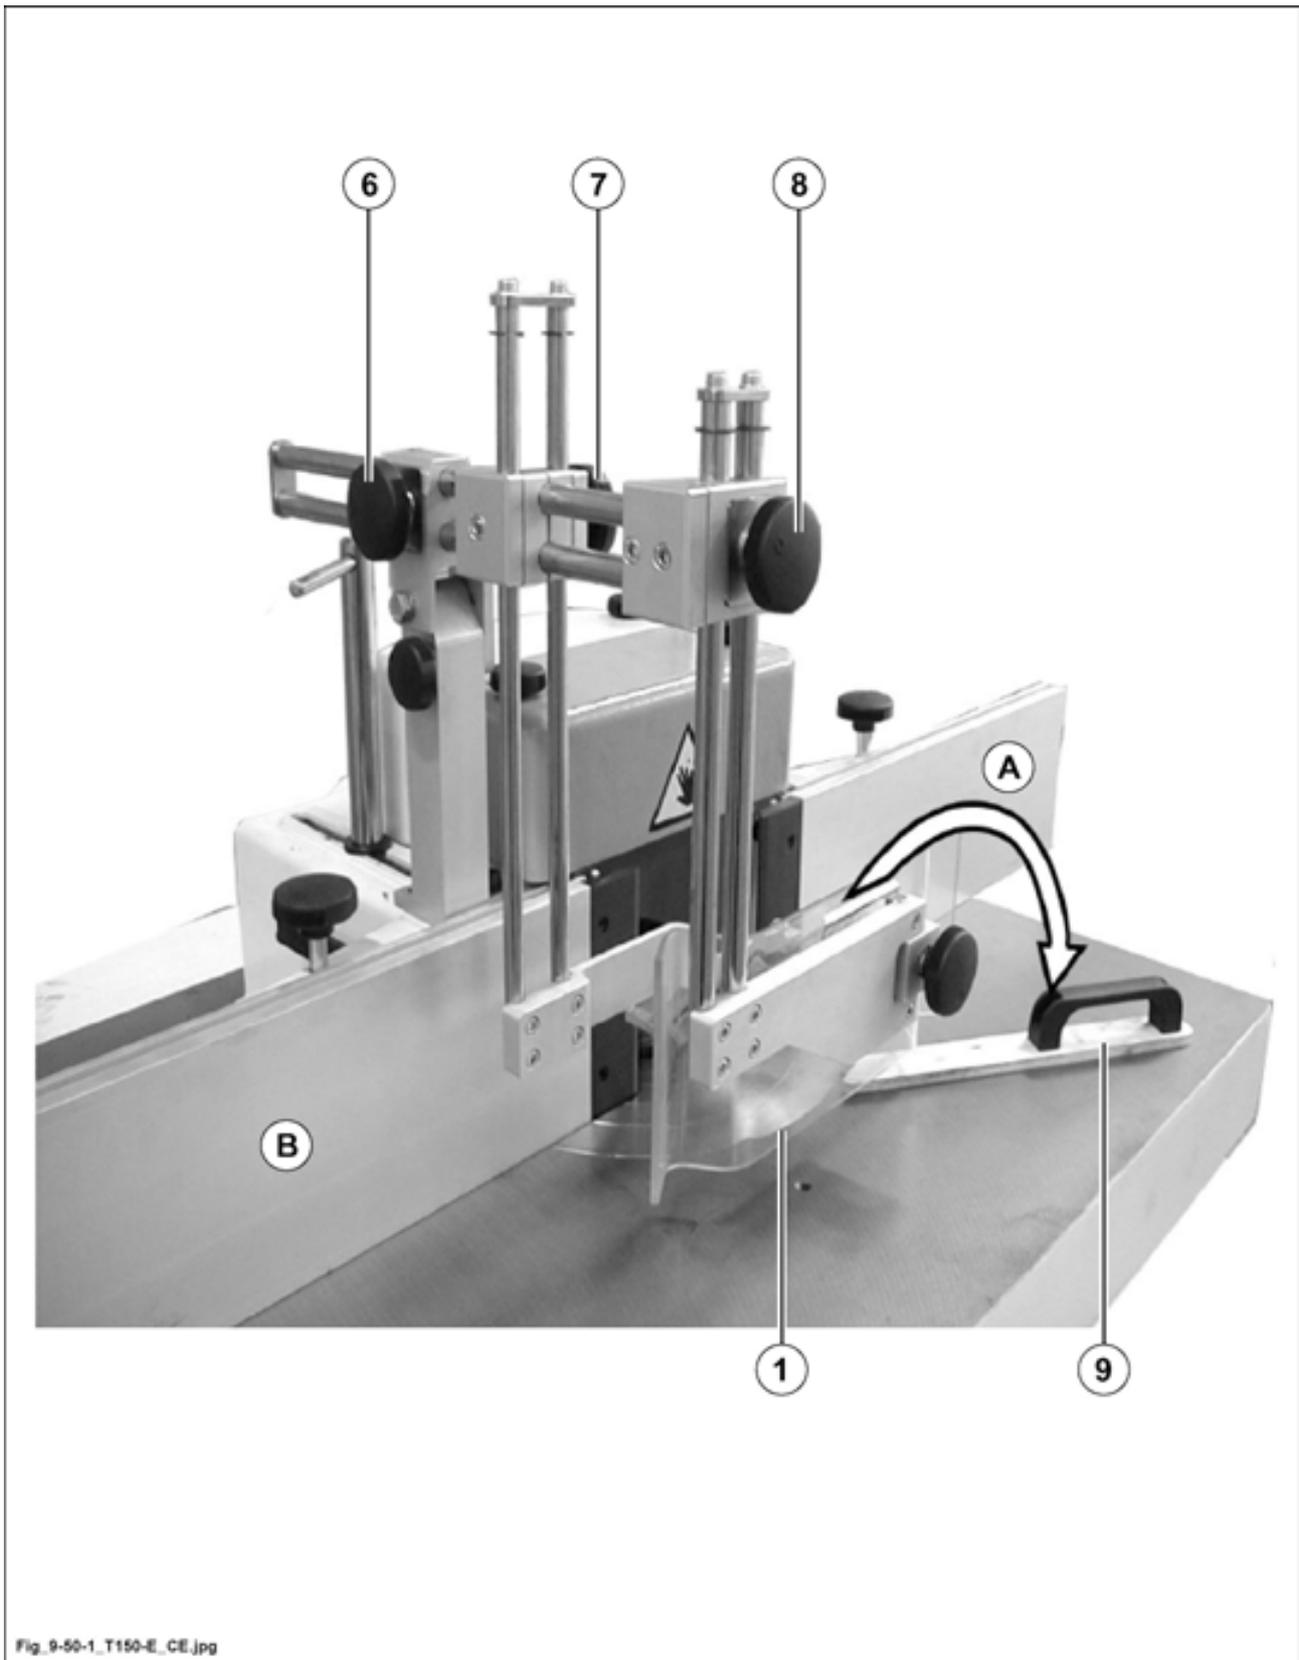

Fig. 9.50-1
- Régler les semi-guides (A e B fig. 9.50-1) selon le diamètre externe de l'outil (voir paragraphe "Réglage guide-hotte toupie pour usinage de profilage sans enlèvement de matière").
- Régler le presseur horizontal selon la largeur des bois à usiner (largeur maximum 250 mm) en agissant sur la poignée (6 fig. 9.50-1) et en hauteur avec la poignée (8 fig. 9.50-1).
- Régler le presseur vertical selon la hauteur et selon la largeur du bois à usiner (hauteur maximum 250 mm) en agissant sur la poignée (7 fig. 9.50-1).
utiliser le pousseur plat (9 fig. 9.50-1) pour faciliter le passage final des pièces sous le presseur horizontal (1 fig. 9.50-1).